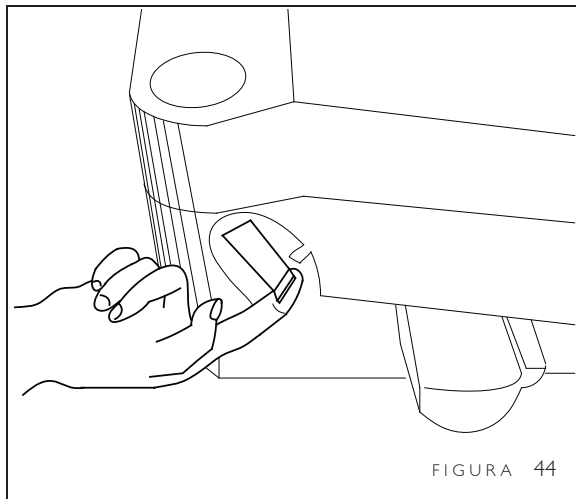

FIGURA 44
2. Busque debajo de la cubierta y tire del pestillo de liberación hacia adelante (Figura 44), hasta que la cubierta superior se levante ligeramente. Con suavidad, empuje la cubierta hacia atrás, hasta que se detenga en posición vertical.